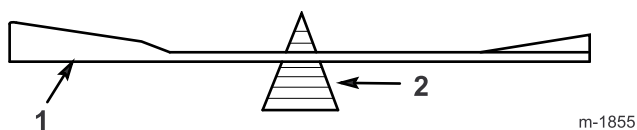

Figura 37
2. Verifique el equilibrio de cada cuchilla colocándola sobre un equilibrador de cuchillas (Figura 37). Si la cuchilla se mantiene horizontal, está equilibrada y puede utilizarse. Si la cuchilla no está equilibrada, rebaje algo de metal de la parte posterior de la cuchilla con una lima. Repita este paso hasta que cada cuchilla esté equilibrada.